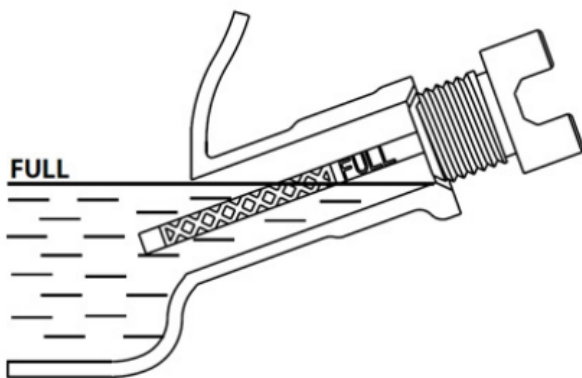

Рисунок 4-2
4. Для перевірки рівня вставте щуп у горловину, не закручуючи його. Див. рисунок 4-2.
9. Щоб перевірити рівень оливи, зніміть воронку та вставте щуп у горловину без закручування. Див. рисунок 4-2.